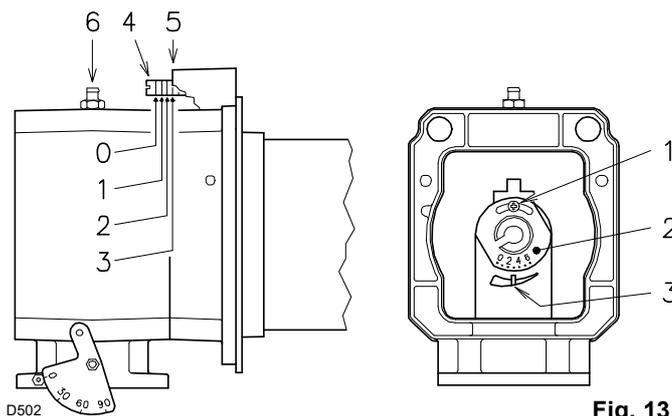

Fig. 13
- tourner la vis 4)(Fig. 13) jusqu'à faire coïncider l'encoche trouvée avec le plan avant 5) de la bride.
Pour faciliter le réglage, desserrer la vis 6)(Fig. 13), régler puis bloquer.
- Desserrer les vis 1)(Fig. 13) et tourner la bague 2) jusqu'à ce que l'encoche trouvée coïncide avec l'index 3).